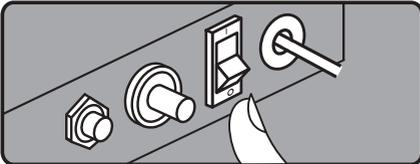

Abb. 3a: Gerät einschalten
2. Starten Sie das Gebläse, indem Sie den Ein-/Ausschalter auf Position I bringen (siehe Abb. 3a).
3. Starten Sie das Gebläse, indem Sie den Ein-/Ausschalter (siehe Abb. 3a) auf die Position I bringen.